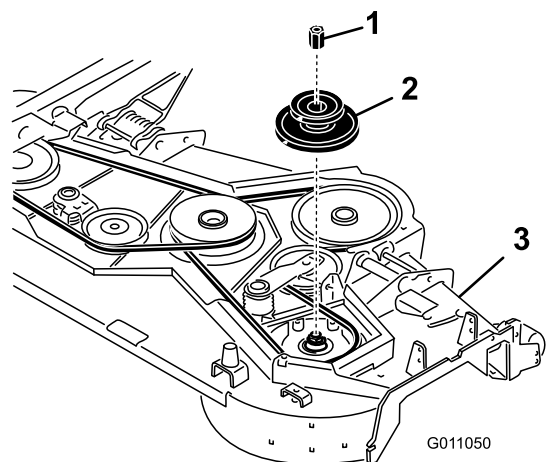

Figura 3
4. Coloque un bloque debajo del eje de cuchilla derecho, debajo de la carcasa de corte, antes de retirar la polea derecha de la carcasa de corte (Figura 3). Esto evita que los componentes del eje se separen al retirarse la tuerca de la polea.
5. Retire la tuerca existente de la polea y luego retire la polea (Figura 3). Guarde la polea y la tuerca para su uso posterior.
6. Instale la nueva polea doble en el eje y sujétela con la nueva tuerca de polea (Figura 3). Apriete la tuerca a 176-203 N m.